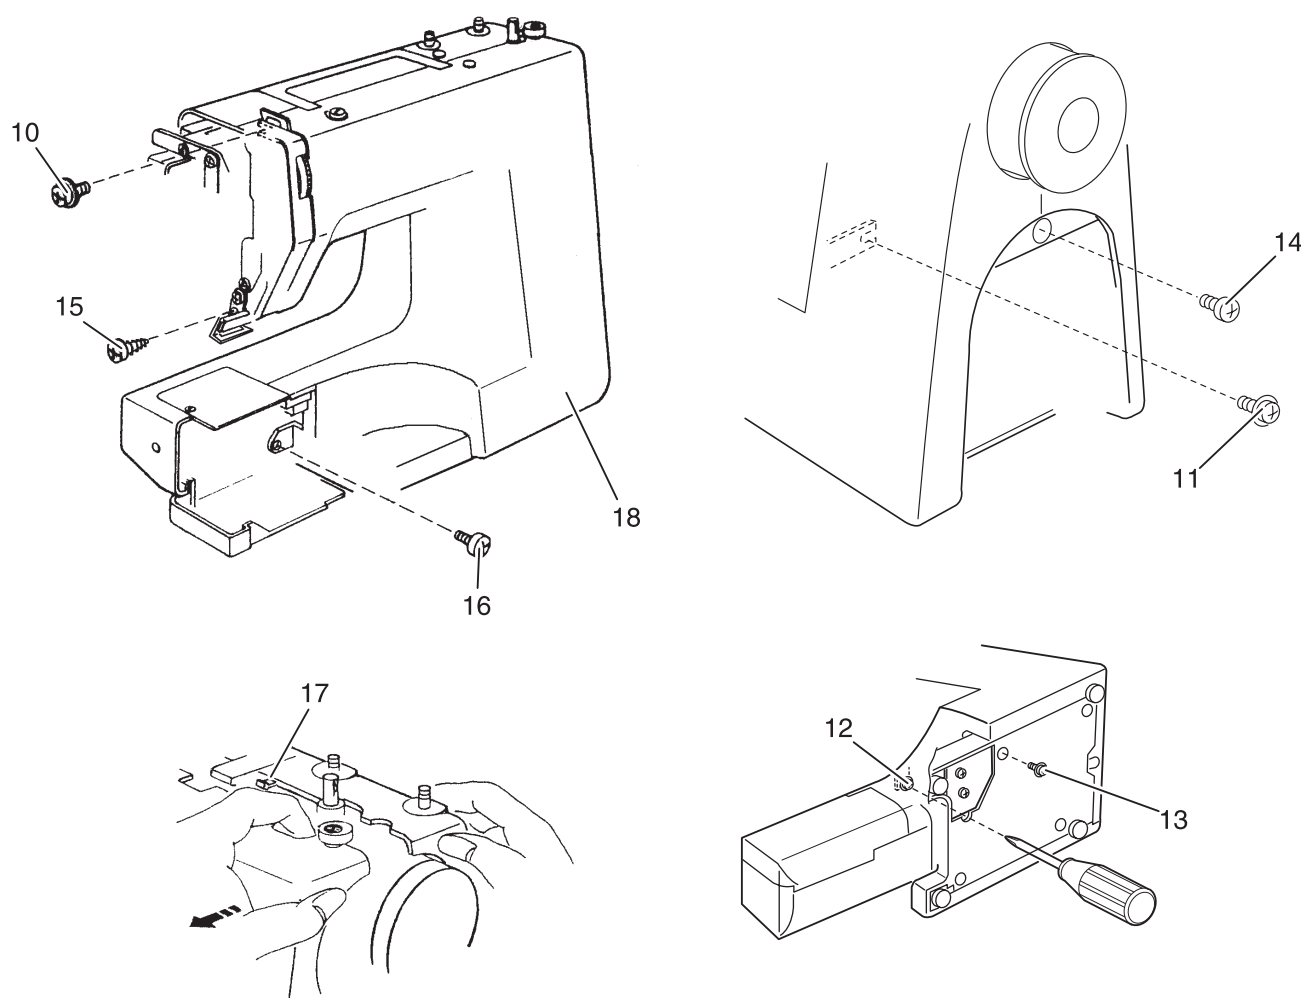

Рис. 5
- Ослабьте крепежные винты 10 - 13 (рис. 5).